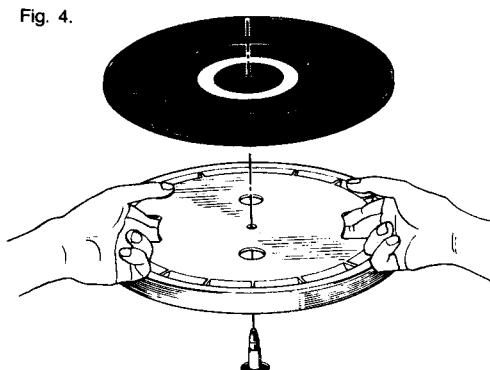

Fig. 4.
3. Placez le plateau et le tapis en caoutchouc sur l'axe central (Fig. 4)
3. Gummiauflage auf den Plattenteller legen und diesen dann behutsam auf die Antriebsachse (Motorwelle) absenken. (Fig. 4)
3. Glijd het plateau en het rubbermatje over de mid-denras (Fig. 4)
3. Placera skivtällriken och gummimattan över centrumaxeln (Fig. 4)